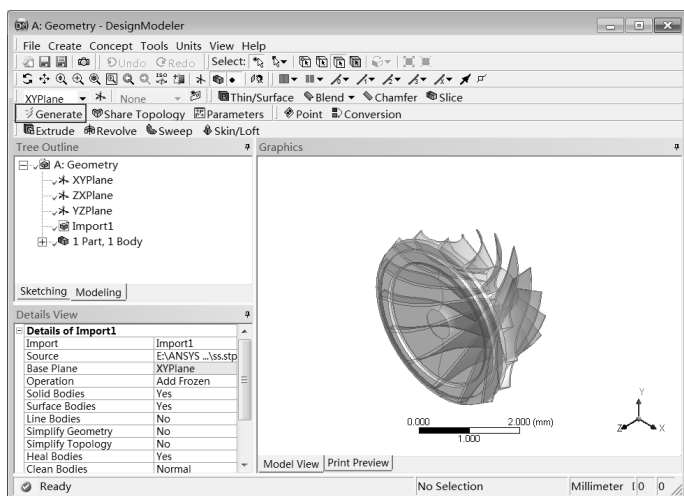

图 17-44 生成几何图形
Step4：如图 17-44 所示，单击工具栏中的 Generate 按钮生成几何图形。